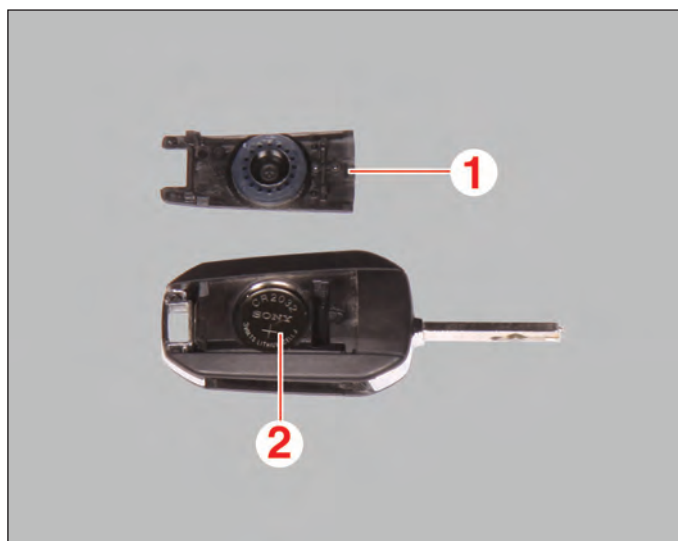

FIG.2
- Déposer (Fig.2) :
- le couvercle (1),
- la pile (2).
- Insérer la nouvelle pile en respectant la polarité ; (+) côté couvercle (1).